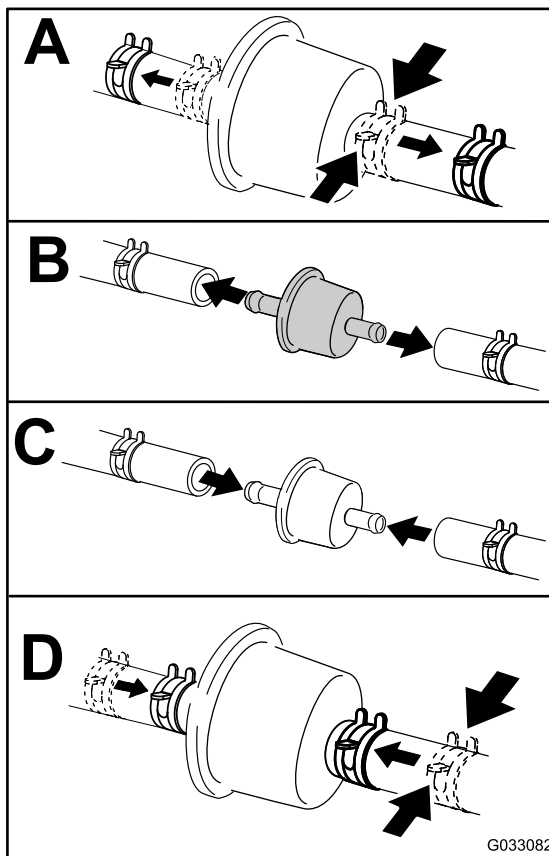

Figure 35
4. Remplacez le filtre comme montré à la Figure 35.